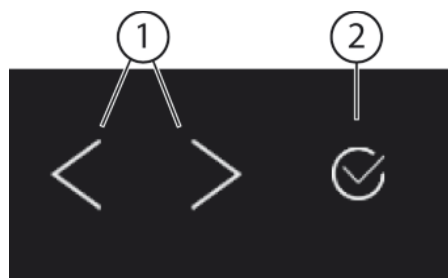
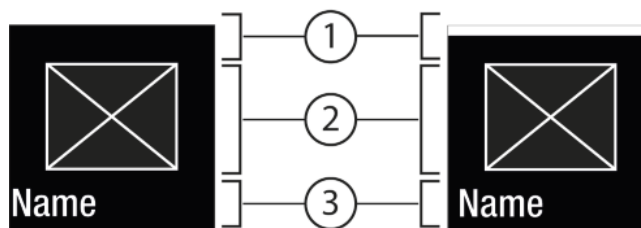
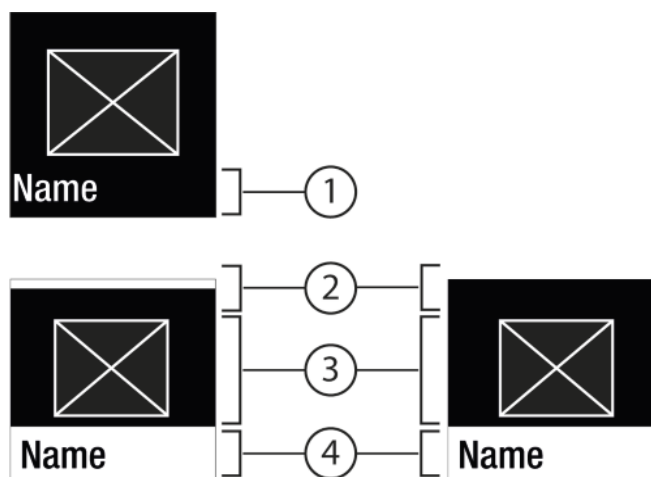

Fig. 5
Fig. 6
Fig. 7
- (1) Навигационная стрелка влево / вправо
(2) Подтвердить
Навигационная стрелка влево / вправо Fig. 5 (1):
Подтвердить Fig. 5 (2):
- Навигация при помощи навигационной стрелки влево / вправо Fig. 5 (1).
- С помощью Подтвердить Fig. 5 (2) активировать Fig. 6 (1) / деактивировать Fig. 6 (1) функцию / настройку.
- С помощью Подтвердить Fig. 5 (2) вызвать Подменю Fig. 7 (4).
- Установка нового значения: С помощью Подтвердить Fig. 5 (2) выбрать деактивированное значение Fig. 6 (1).
- Назад в меню: С помощью Подтвердить Fig. 5 (2) выбрать уже активированное значение Fig. 6 (2).
- Навигационные стрелки Fig. 5 (1) нажимайте до тех пор, пока не появится индикация функции.
- Нажмите на Подтвердить Fig. 5 (2).
- С помощью навигационных стрелок Fig. 5 (1) выберите значение настройки.
- ▷ Состояние: активировано Fig. 6 (1) появляется ненадолго в Подменю Fig. 7 (4).
- ▶ Нажимайте навигационные стрелки *Fig. 5 (1)* до тех пор, пока не появится индикация настроек .
- ▶ Нажмите на Подтвердить *Fig. 5 (2)*.
- ▶ Нажимайте навигационные стрелки *Fig. 5 (1)* до тех пор, пока не появится индикация требуемой настройки.
- ▶ Нажмите и удерживайте в течение 3 секунд Подтвердить *Fig. 5 (2)*.